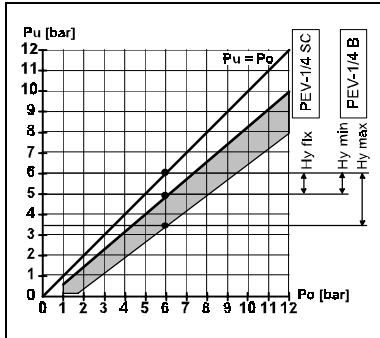

Bild 16/Fig. 16
6. Beaufschlagen Sie den PEV-... mit dem unteren Schaltdruck p_u (oberer Schaltdruck p_o minus gewünschte Hysterese H_y [siehe hierzu Diagramm in Bild 16]).
6. Apply the lower switching point p_u to the PEV-... (upper switching point p_o minus desired hysteresis H_y [see diagram in Fig. 16]).